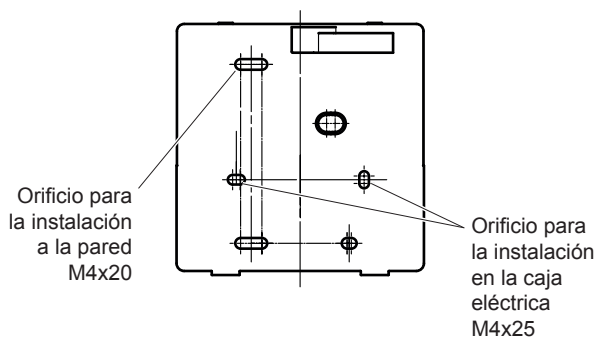

Fig. 5.3
3. Utilice dos tornillos M4x25 para fijar la tapa trasera a la caja eléctrica con los interruptores; luego, utilice un tornillo M4x20 GB950-86 para la fijación a la pared (fig. 5.3).